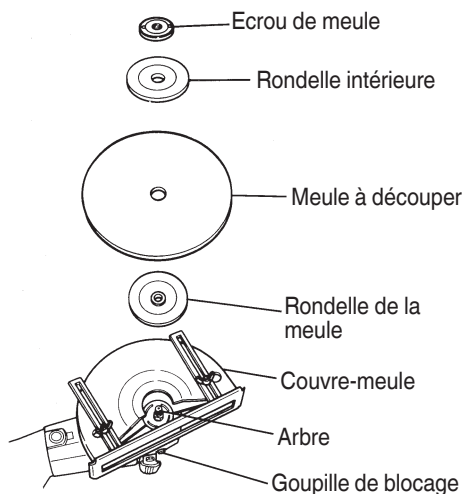

Fig. 2
Contrôler que la goupille de blocage est bien dégagée en poussant deux ou trois fois sur celle-ci avant de mettre l'appareil sous tension (voir Fig. 2).
1. Montage (Fig. 2 et 3)